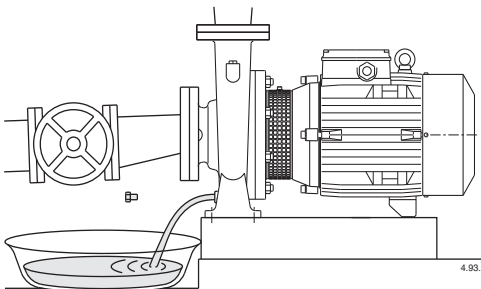

Fig. 4 Scarico.
**Si la bomba permanece inactiva por largo periodo de tiempo, o si existe peligro de heladas, esta debe de ser vaciada completamente (fig. 4).**